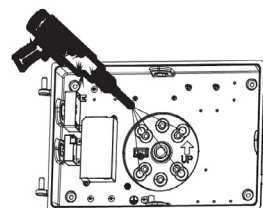

Fig. 2.3
3. Percer les trous de montage à l'aide d'une perceuse électrique et insérer les chevilles dans le mur. (Fig. 2.3)